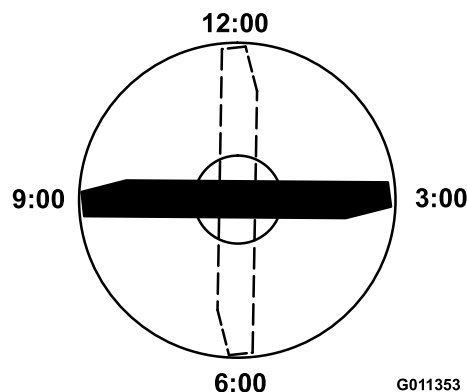

Figura 100
5. Orientate il tagliante dell'estremità marcata della lama sulle ore 12 (esattamente in avanti, nel senso di falciatura) (Figura 100) e misurate l'altezza tra il banco e il tagliante della lama.
6. Ruotate l'estremità marcata della lama sulle ore 3 e sulle ore 9 (Figura 100) e misurate le rispettive altezze.